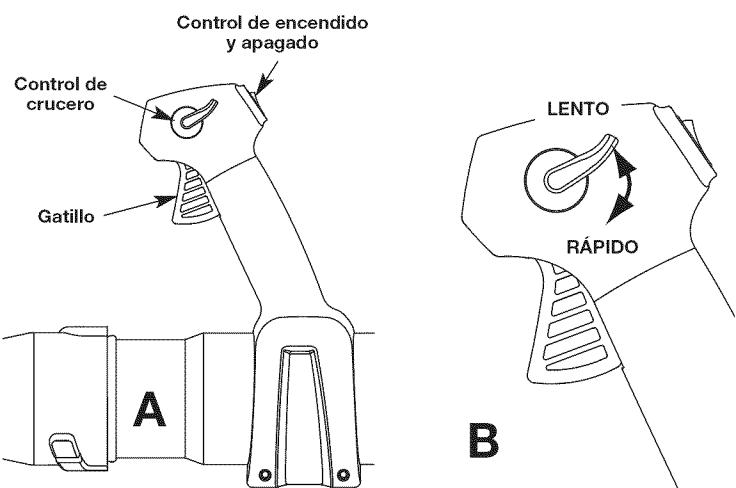

Fig. 15
NOTA: La unidad debe arrancarse en vacío. No apriete el gatillo hasta que el paso 8 (Fig. 15, A).
1. Una vez que el motor haya arrancado y esté caliente, oprima el gatillo para acelerar la unidad según sea necesario (Fig. 15, B).
2. Para períodos de funcionamiento más prolongados y para eliminar la posibilidad de fatiga en el dedo, mueva el control de crucero hacia la posición **RÁPIDO** para aumentar poco a poco o mantener la velocidad del motor de la unidad (Fig. 15, B). Cuando se oprima el control de crucero, el gatillo retrocederá hacia la manija.
3. Para disminuir la velocidad del motor, mueva el control de crucero hacia la posición **LENTO** y el gatillo regresará a la posición de marcha en vacío (Fig. 15, B).
2. Oprima y mantenga oprimido el Control de encendido y apagado en la posición **APAGADO (O)** hasta que el motor se detenga por completo (Fig. 15, A).
- Use el control de crucero (Fig. 15) para mantener el gatillo oprimido mientras esté trabajando para facilitar el funcionamiento continuo.